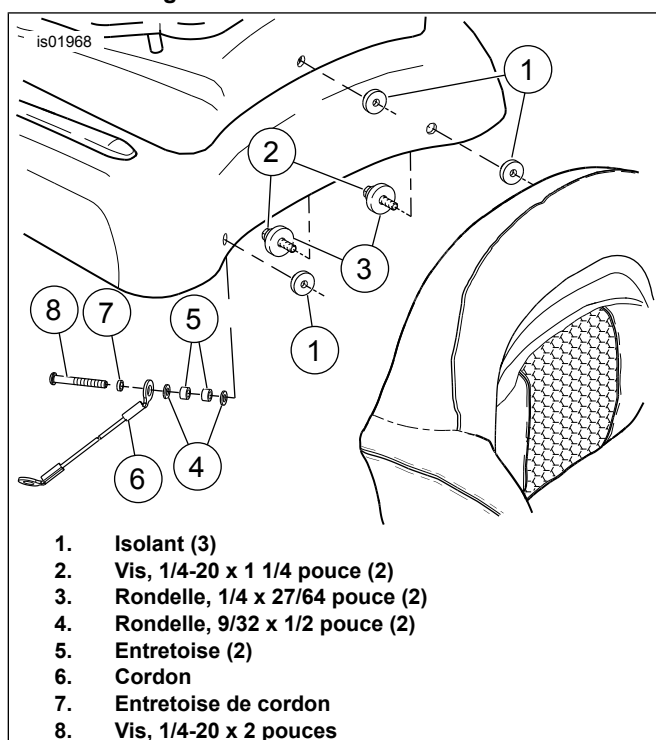

Figure 4. Installation de l'appui-dos
Voir la Figure 4 pour les étapes 1 à 4.
2. Introduire trois isolants (1) dans les trois trous de montage d'appui-dos sur le couvercle du Tour-Pak.
3. Installer l'appui-dos du Tour-Pak sur le couvercle du Tour-Pak avec deux vis (2) et rondelles (3). Serrer les vis à un couple de 2,8 N·m (25 in-lbs).
4. Installer la vis (8) dans l'appui-dos à travers l'entretoise de cordon (7), le cordon (6), les deux entretoises (5) en plastique et les deux rondelles (4) dans la séquence indiquée à la Figure 4. Serrer la vis à un couple de 2,8 N·m (25 in-lbs).